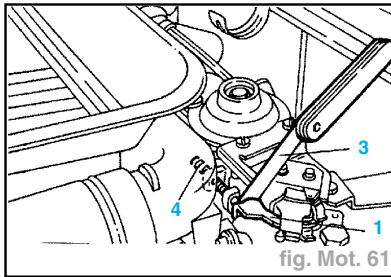

fig. Mot. 61
- Procéder au réglage du ralenti en manoeuvrant la vis (5) jusqu'à obtention du régime préconisé.
- Une fois le réglage effectué, placer une cale (3) de 1 mm entre le levier (1) d'accélérateur et la vis de débit résiduel (4) et visser cette vis jusqu'à ce que le régime augmente d'environ $20 - 50$ tr/mn : la bloquer ensuite avec le contre-écrou (fig. Mot. 61).